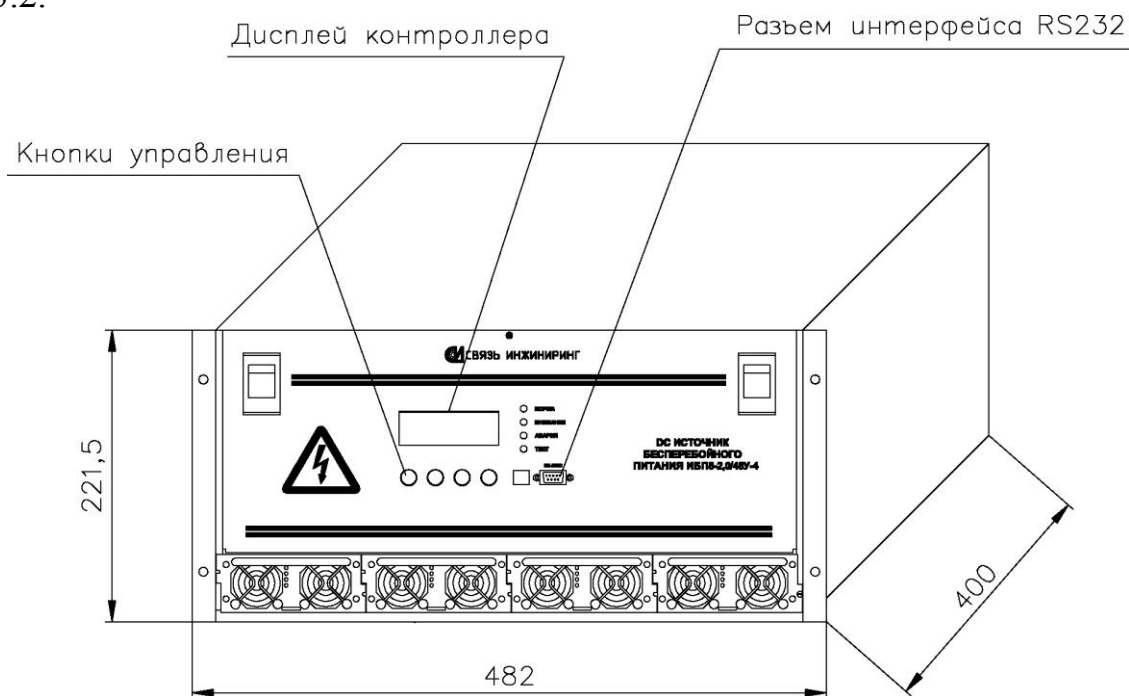

Рис.3.1. Общий вид устройства (на примере ИБП8-2,0/48У-4.4).
3.2.4 Габаритные размеры устройства ИБП8-2,0/48 (60, 24) У-4.N (Ш×В×Г) 482×221,5×400 мм. Масса устройства, не более 36 кг. Общий вид и габаритные размеры устройства приведены на рис.3.1.